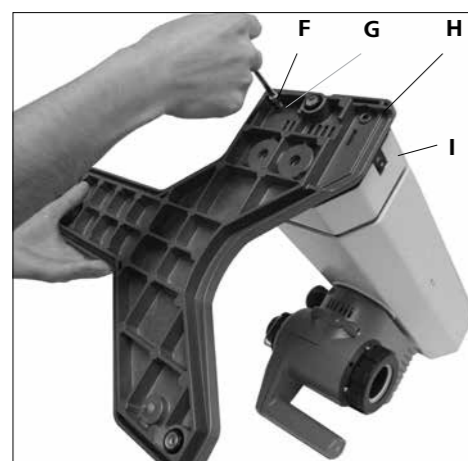

Fig. 7
1) Прикрепите основание к подъемному механизму (Fig. 7)
- Установите цилиндрические M6x25 (F) (4 шт.) и зубчатые шайбы M6 (G) (4 шт.), чтобы прикрепить основание (H) к подъемному механизму (I) после распаковки упаковки. (Fig. 7)